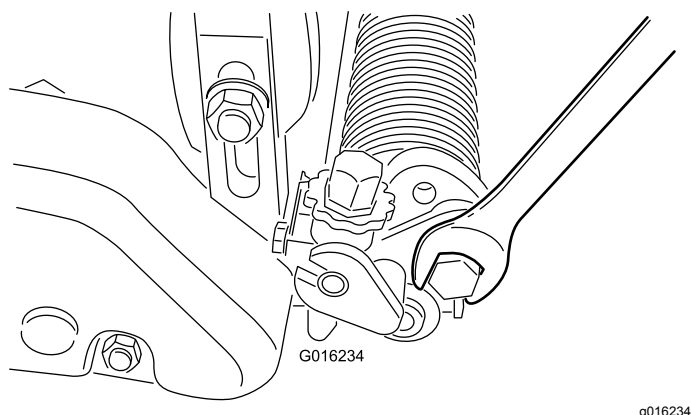

Рисунок 23
- A. Отпустите болты на правом и левом рычагах барабана (Рисунок 23).